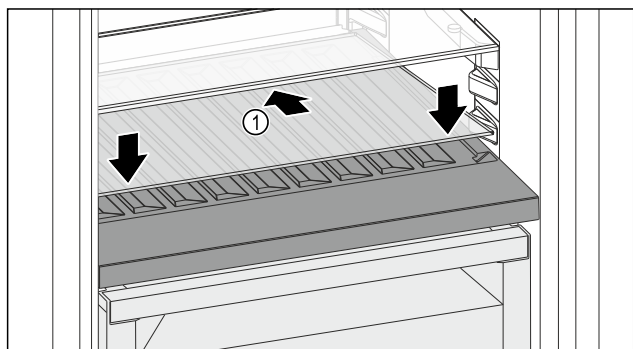

Fig. 228
- Glasplatte Fig. 228 (1) schräg und nach hinten unten geneigt ansetzen.
- Glasplatte Fig. 228 (1) vorne absenken.